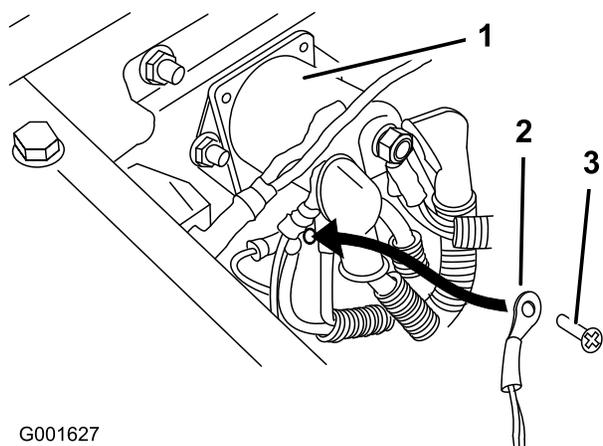

Figure 20
2. Retirez une des vis de masse situées sous le solénoïde (Figure 20).
3. Fixez le faisceau de câblage au bloc de masse avec la vis de masse retirée précédemment (Figure 20).